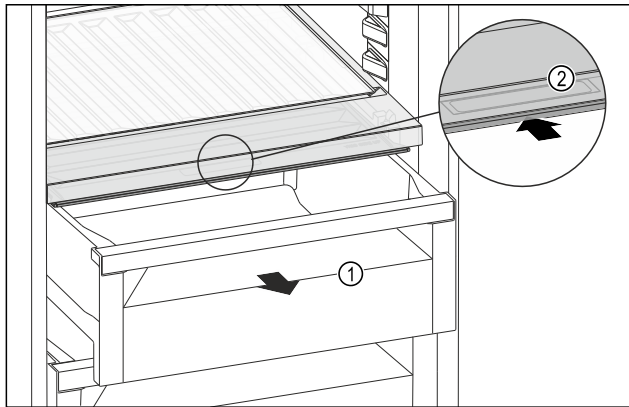

Fig. 224
- Schubfach Fig. 224 (1) herausziehen.
- Griffmulde Fig. 224 (2) am Fachdeckel anfassen und Fachdeckel gleichzeitig nach hinten schieben.